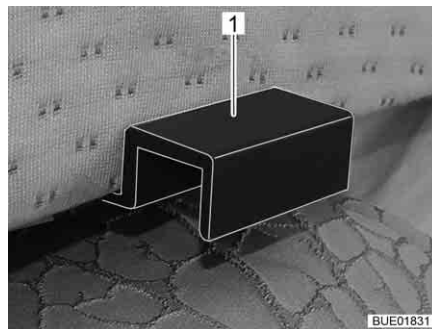

Bild 127 Halterungen Zusatzpolster
- Das Zusatzpolster mit den Halterungen (Bild 127,1) so in die Blenden der Einzelbetten einhängen, dass eine geschlossene Liegefläche entsteht.